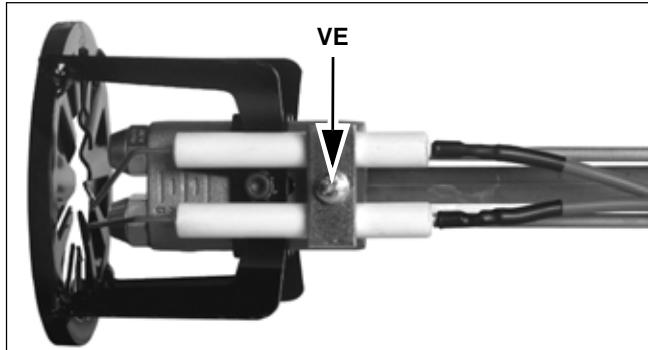
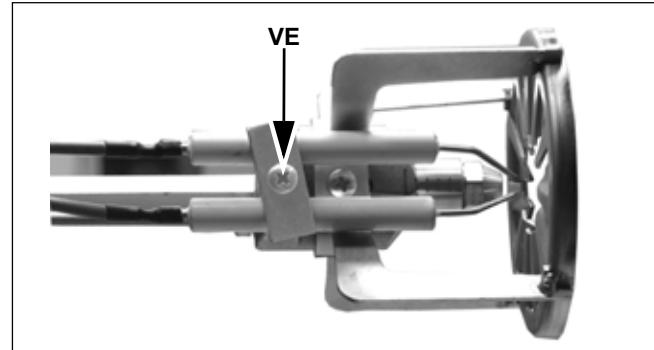

Рис. 55
Рис. 56
- Отвинтить винт **VE** снять электроды с держателя (Рис. 55 - Рис. 56).